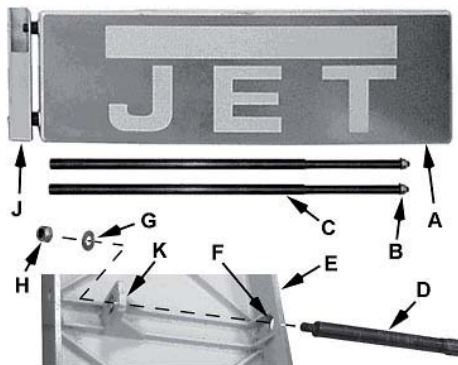

Рис. 13
**Монтаж (рис. 13)**
- Перед установкой к станку, требуется собрать два удлиняющих стержня (C).
- Проденьте стержни (D) через крепежные отверстия на дополнительном столе (F) и петлю (K).
- Поместите шайбу (G) и шестигранную гайку (H) на винтовые концы удлиняющих стержней (D) и прикрутите.